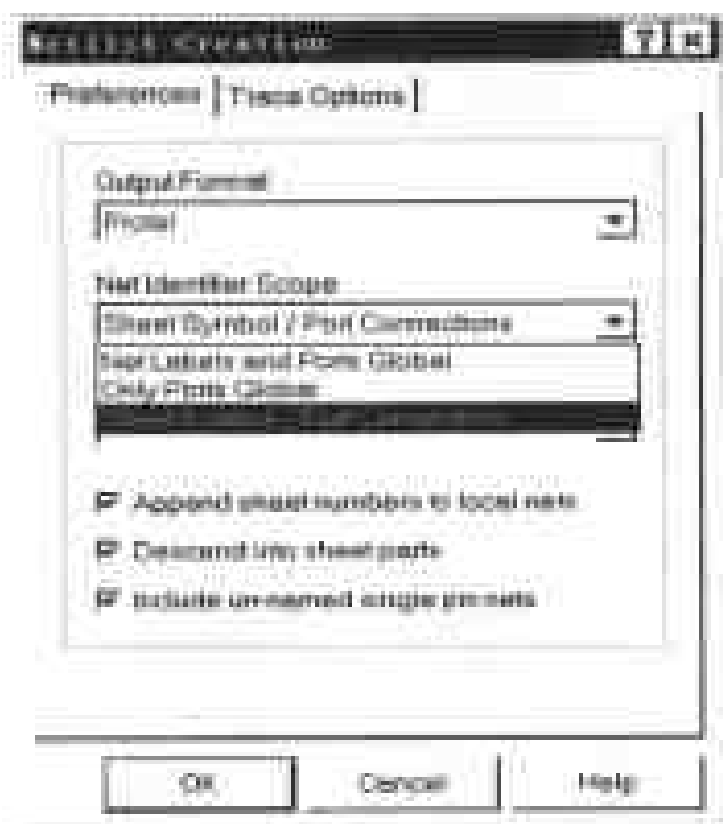

图 4-24 选择网络名称认定范围
(2) Net Identifier Scope 选项主要是针对层次电路图, 用于选择网络名称认定的范围, 系统默认为 Sheet Symbol/Port Connections, 单击右边的下拉式按钮, 打开如图 4-24 所示的下拉式列表。